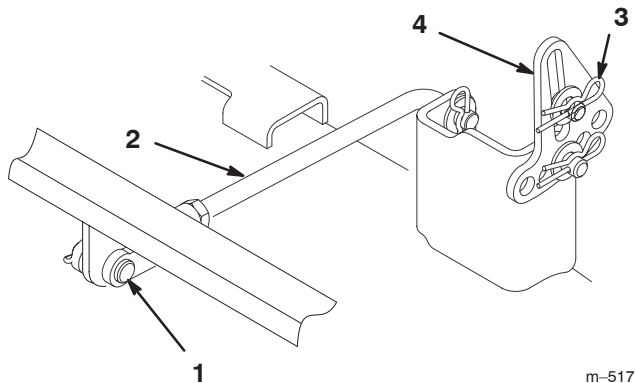

**Figure 46**
- Enlevez la goupille fendue et l'axe de chape des tourillons avant (Fig. 46).
8. Fixez les tourillons avant à la machine à l'aide des axes de chape et des goupilles fendues (Fig. 46).